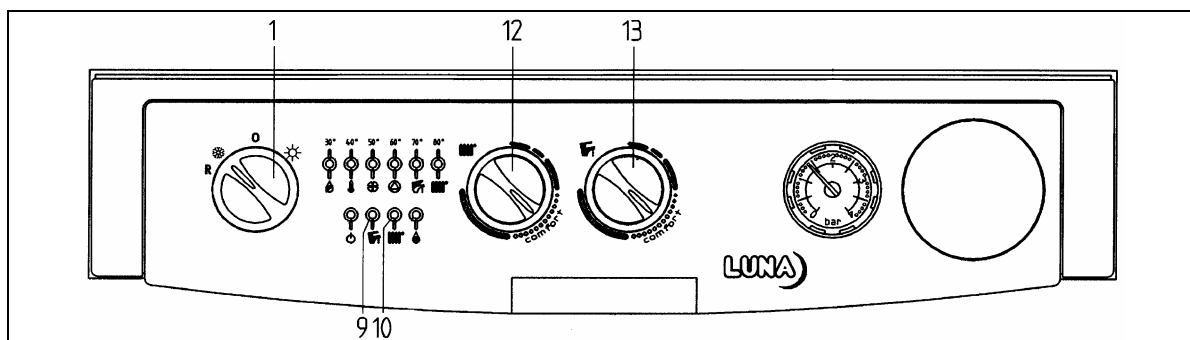

Рис. 4 Панель управления котла
- Установите регулятор (1) в положение зима ❄️;
- Установите максимальное значение температуры в контуре ГВС (рис. 4, поз. 13); в этом положении трехходовой клапан работает на змеевик бойлера; горит световой индикатор 9 🔦;
- Поочередно установите на максимальное значение температуру воды в контуре отопления (рис. 4, поз.12) и на минимальное значение температуру воды в контуре ГВС (рис. 4, поз. 13); в этом положении трехходовой клапан работает на контур отопления; горит световой индикатор 10 🔦.